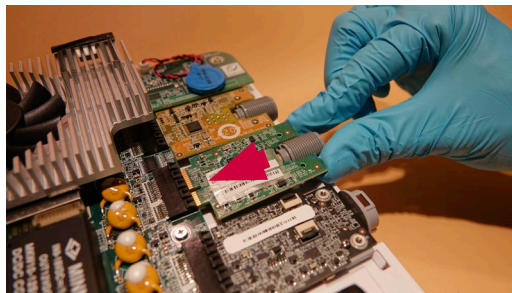

Bild 18 Sätt in ett nytt VDI-kort
c) För in det nya VDI-kortet i uttaget på huvudkretskortet (bild 18)